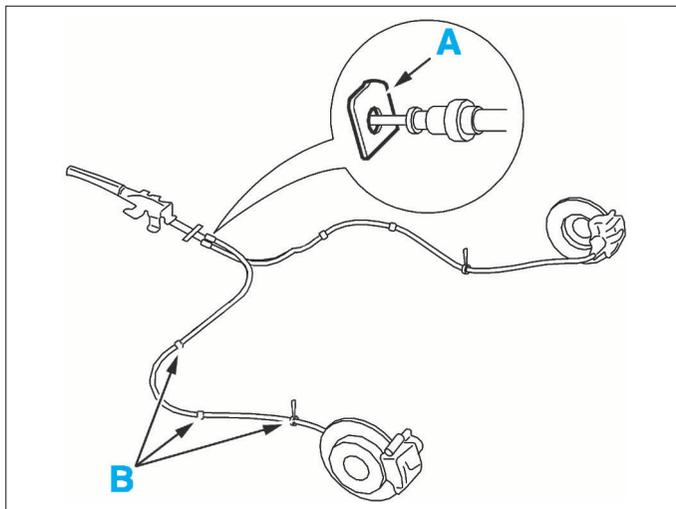

FIG. 18
- contrôler le bon cheminement de l'ensemble des câbles en (A) et en (B) (Fig.18)